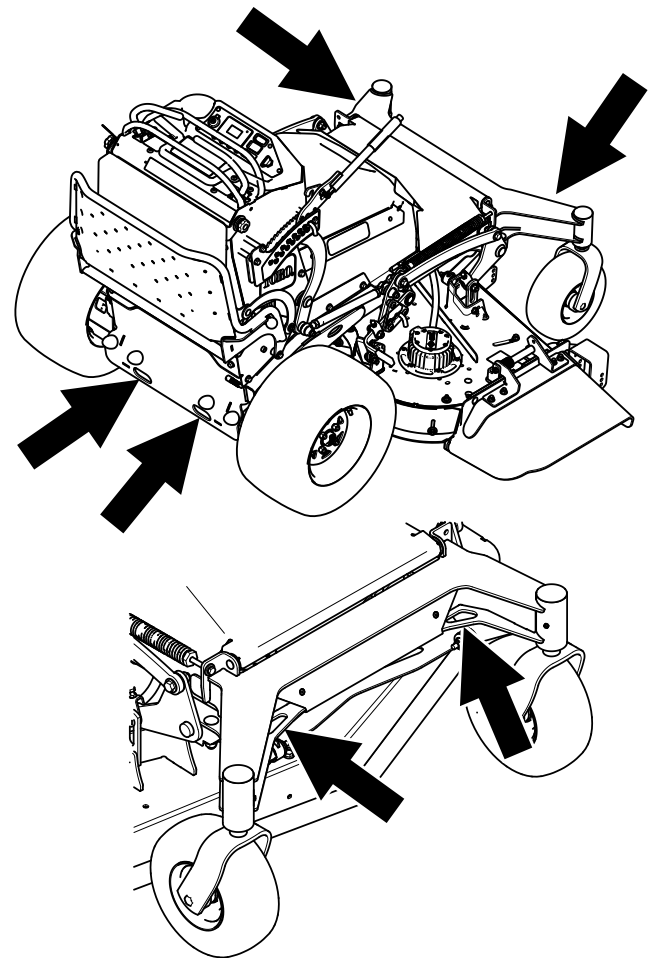

Bild 39
7. Vergurten Sie die Maschine in der Nähe der vorderen Laufräder oder den Löchern im vorderen Rahmen und den Löchern in der hinteren Stoßstange mit Gurten, Ketten, Kabeln oder Seilen (Bild 39). Ziehen Sie in Bezug auf Anforderungen für Befestigungen geltende Vorschriften zurate.